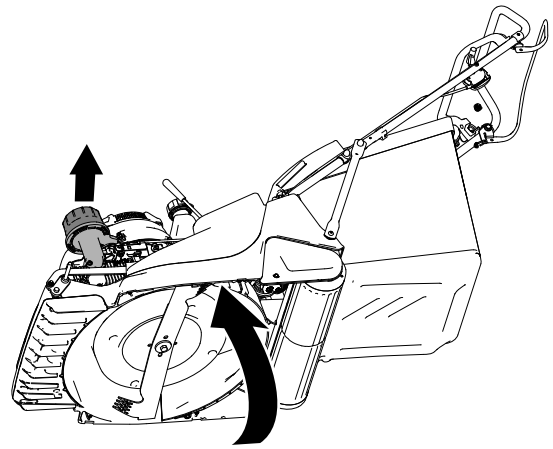

Figure 6
1. Basculez la machine sur le côté, filtre à air ou levier de sélection de hauteur de coupe en haut (Figure 6).